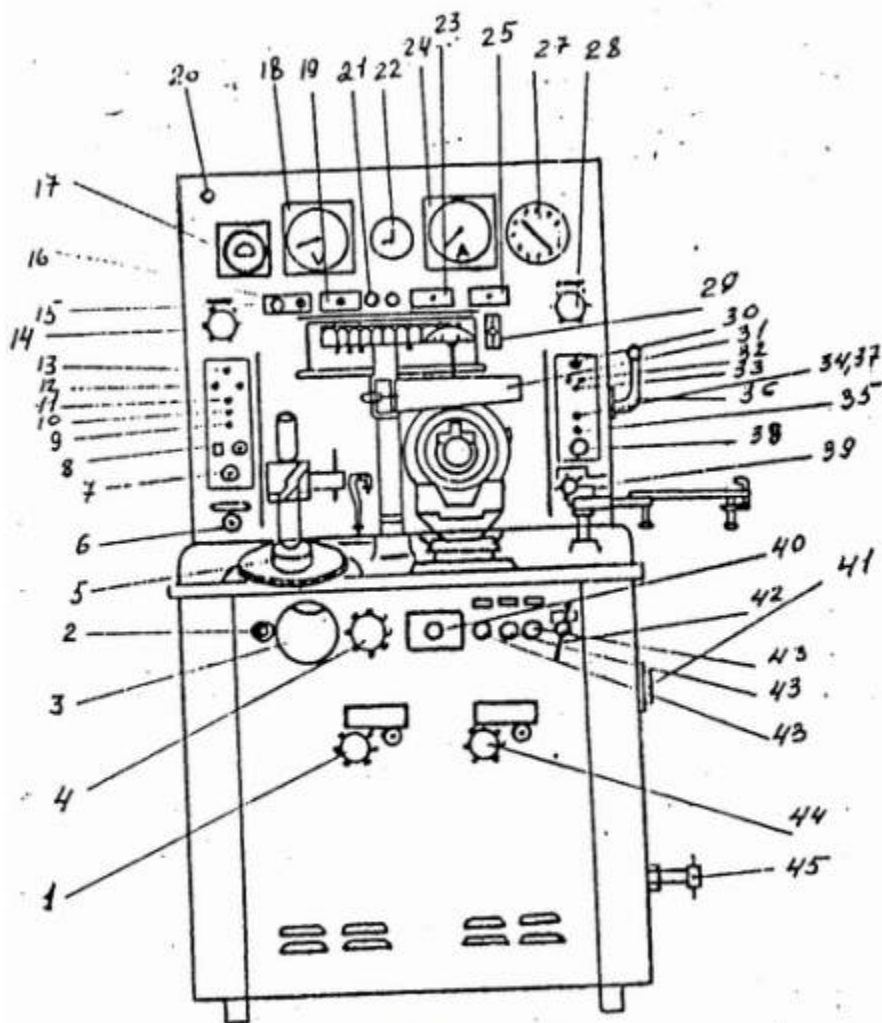

Рис. 2.
18.Вольтметр стенда. 19.Рукоятка переключателя вольтметра. 13 Рис. 2.